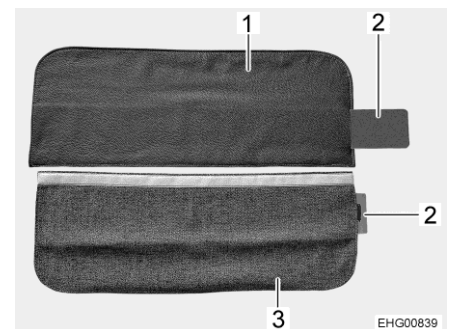

Fig. 92 Rivestimento delle cinture di sicurezza
Il rivestimento delle cinture di sicurezza può essere in pelle (Fig. 92,1) o in tessuto (Fig. 92,3).
- Spingere completamente il rinforzo metallico (Fig. 92,2) nella tasca del rivestimento delle cinture di sicurezza (Fig. 92,1 o Fig. 92,3).